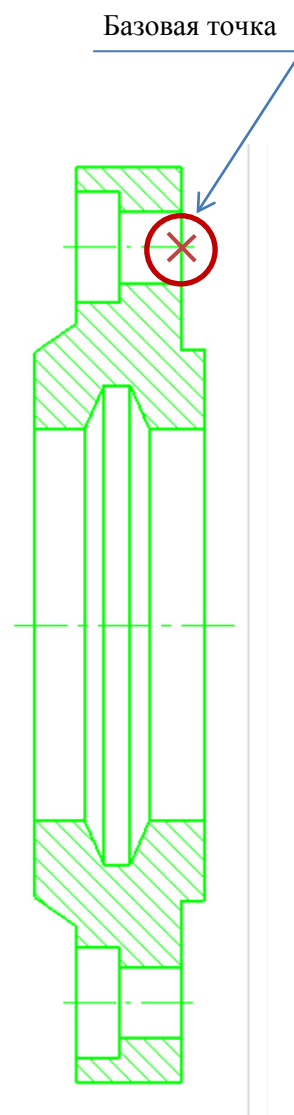

Рис. 4.15. Базовая точка для копирования изображения «Крышка 6»
- Замените верхнюю половину вида разрезом с помощью команды «Симметрия» (см. п. 2.1), (рис. 4.15).
- Укажите базовую точку, как показано на рис. 4.15.